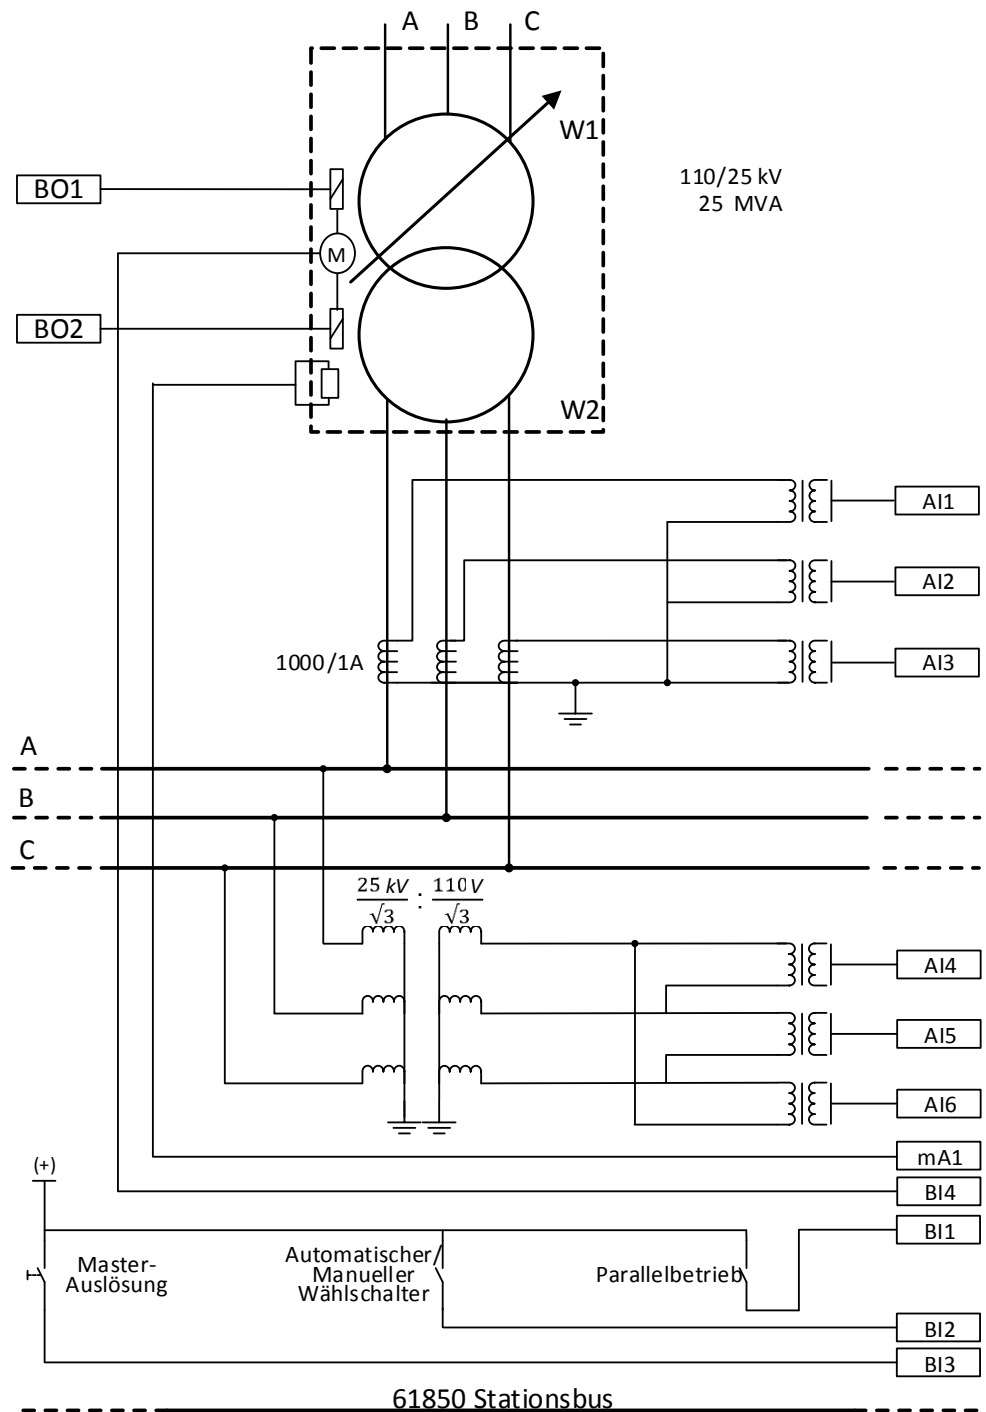

Abb. 34: Relais 2-Schnittstellen und CT/VT-Anschlüsse für TR2 in Beispielfall 2
Die Abbildung 34 zeigt die Anschlussdetails der Analogeingänge (AI) des Relais (Relais 2), Binäreingänge (BI), Milliampereeingänge (mA) und Binärausgänge (BO) für Transformator TR2 im Beispielfall. Die CT-Anschlüsse für die Leiterspannungsmessungen in allen Leitern und der VT-Anschluss für die Spannungsmessung an der MS-Seite werden ebenfalls dargestellt. In diesem Beispiel ist der Stufenschalterstellungswert als mA-Eingang für den Transformator TR2 und als Eingang zu TPOSYLTC eingegeben.